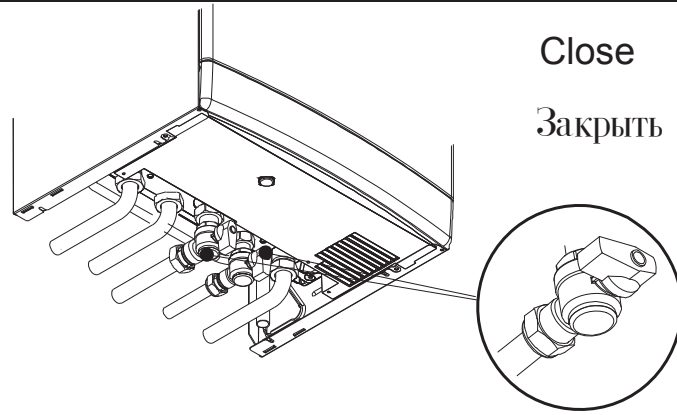

Fig. 2.11
- 2 Shut off the gas supply cock 12 and the cocks for the water circuits fitted under the boiler (Fig. 2.11).
- 2 Перекройте кран подачи газа 12 и краны водяных контуров, расположенные под котлом (рис.2.11)
shut off the taps positioned under the boiler (Fig. 2.11) and call an Authorised Service Centre Engineer.
Перекройте краны, расположенные под котлом (рис. 2.11) и обратитесь в Авторизованный сервисный центр.